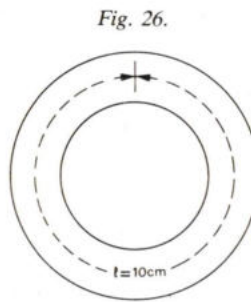

Fig. 26.
5. Een ringkern, afgebeeld in fig. 26, vervaardigd van materiaal met een relatieve permeabiliteit $\mu_r = 80$, is voorzien van 1000 windingen.